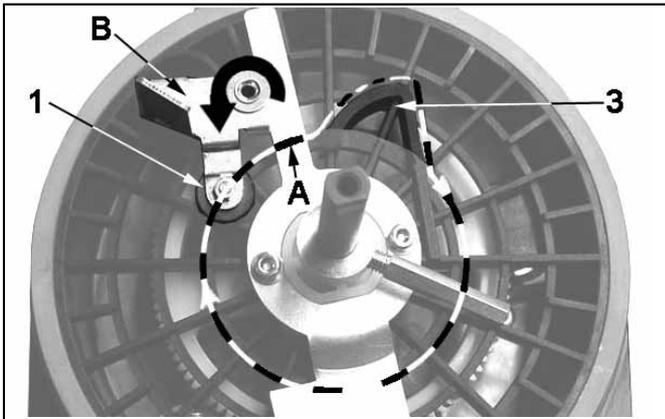

Abb. 8-1 Komponenten der Leermelde-Einheit (Behälter gefüllt)
- Durch die Einlenkung des Rührflügels B (Abb. 8-1) im Schmierstoff, wird das drehbar gelagerte Leitblech mit dem Rundmagneten 1 nach innen gedrückt, auf Umlaufbahn A.
- Ein Steuernocken 3 (Abb. 8-1) führt den Rundmagneten mit dem drehbar gelagerten Leitblech zwangsläufig nach außen, Richtung Behälterwand. Nach Verlassen des Steuermockens, drückt der Schmierstoff gegen das Leitblech und bewegt den Magneten wieder nach innen (B).